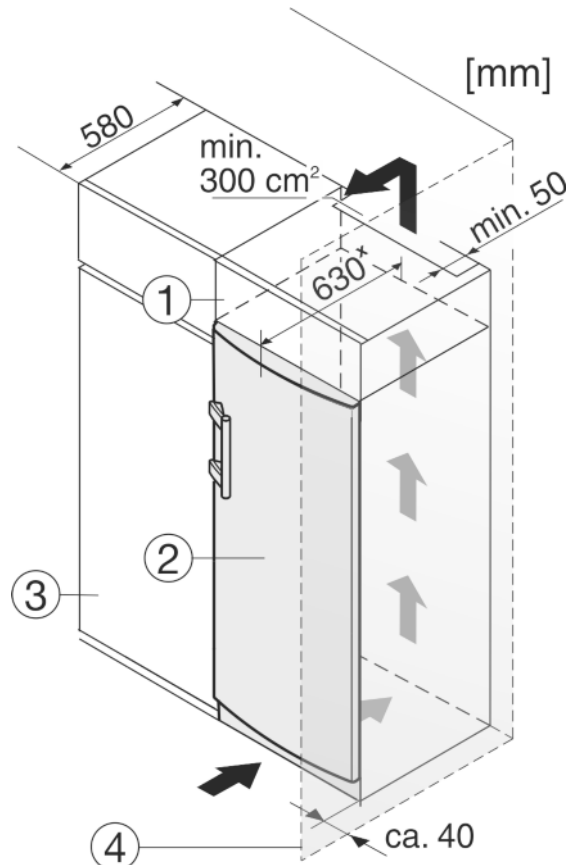

Fig. 12
A készüléket körbe lehet építeni konyhaszekrényekkel. Rá lehet szerelni Fig. 12 (2) egy rátétszekrényt, hogy a készüléket a konyhabútorok magasságához Fig. 12 (1) igazítsa.
Ha (max. 580 mm mélységű) konyhaszekrényekkel építi körül, akkor a berendezést közvetlenül a konyhaszekrény Fig. 12 (3) mellett is felállíthatja. A készülék oldalirányban 34 mm^x, a közepétől pedig 50 mm^x távolságban nyúlik túl a konyhaszekrény előlapjához képest.
Mikor a berendezést a csuklópántokkal egy fal Fig. 12 (4) mellett állítja fel, akkor a berendezés és a fal közti távolság legalább 40 mm legyen. Ez nyitott ajtó esetén megfelel a fogantyú túlnyúlásának.